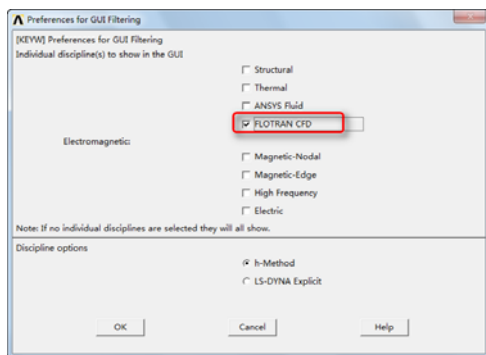

图 9-4 “Preferences for GUI Filtering”对话框
③ 设置参数：依次选择 Main Menu → Preferences 命令，会出现“Preferences for GUI Filtering”对话框，选择“FLOTRAN CFD”，如图 9-4 所示，单击“OK”按钮关闭该对话框。